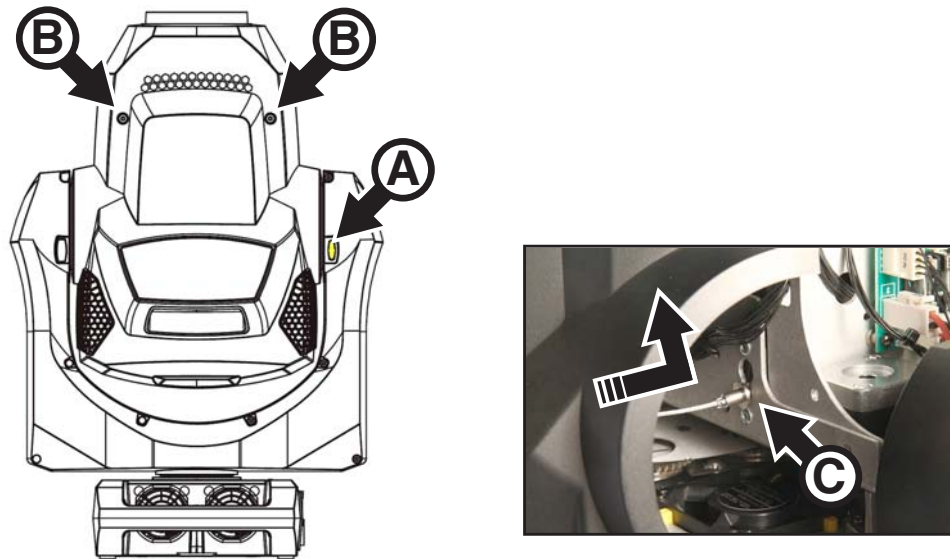

Bild 9: Entfernen der unteren Kopfabdeckung
3. Siehe Bild 9. Drehen Sie den Bügel, bis sich die Tiltsperrleiste **A** rechts vom Kopf befindet. In dieser Position zeigt die untere Kopfabdeckung zu Ihnen. Verriegeln Sie die Tiltsperrleiste.